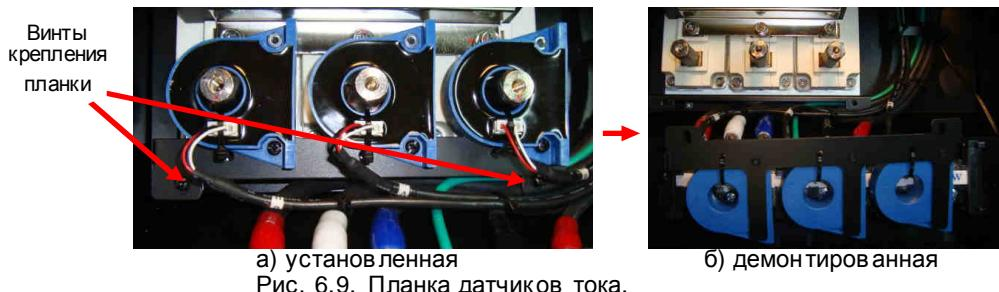

Рис. 6.9. Планка датчиков тока.
6.8.2. Отвернуть два винта 1 (рис.6.9.а) крепления планки датчиков тока и снять ее со стоек выходных силовых шин.